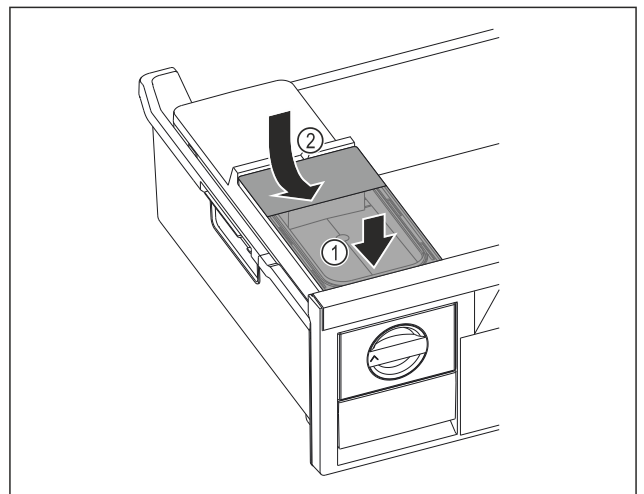

Fig. 181
- ▶ Colocar el depósito de agua por delante. Fig. 181 (1)
- ▶ Bajar el depósito de agua por detrás. Fig. 181 (2)